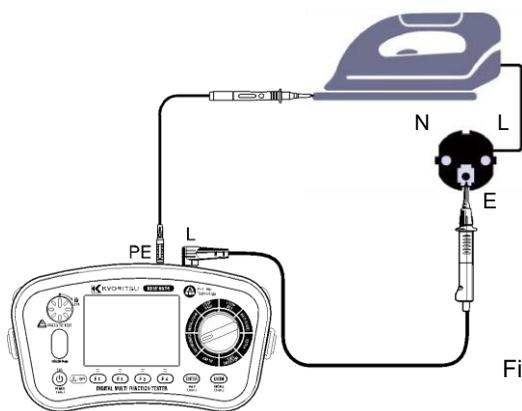

Fig.8-6
(2) Effectuer les connexions comme le montre la figure 8-6 pour vérifier la continuité.